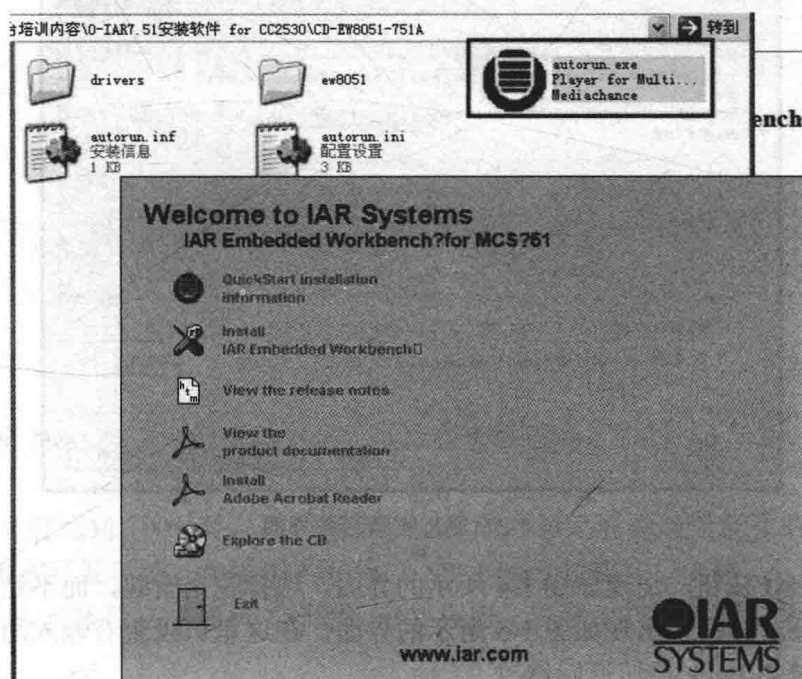
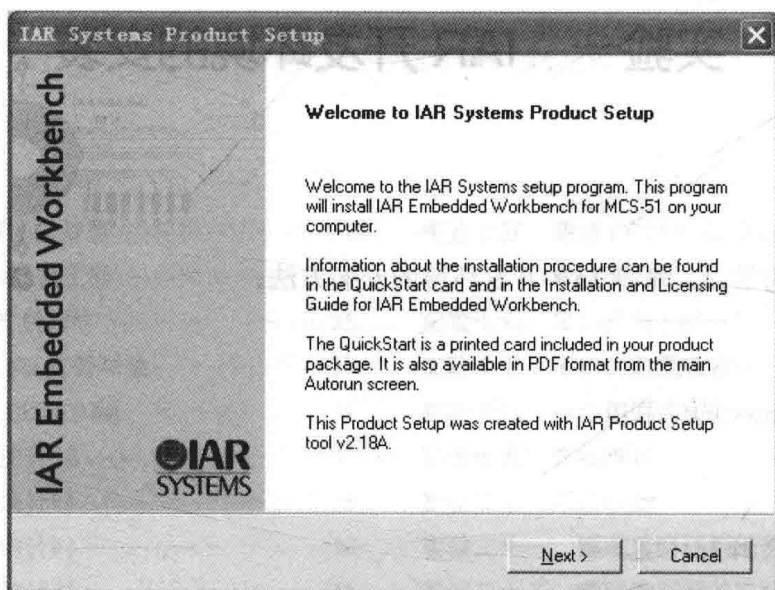

图 1-1 IAR 安装启动界面
图 1-2 IAR 开始安装界面
(1) 双击 CD-EW8051-751A 目录下的 autorun.exe 图标，弹出安装启动界面，如图 1-1 所示。
(2) 执行图 1-1 中的 Install IAR Embedded Workbench 命令，弹出如图 1-2 所示的界面。